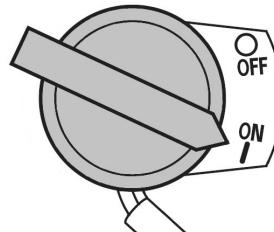

Рис. 10 Выключатель зажигания в положении «Включено»
- Выключатель зажигания установите в положение «Включено» (Рис. 10).